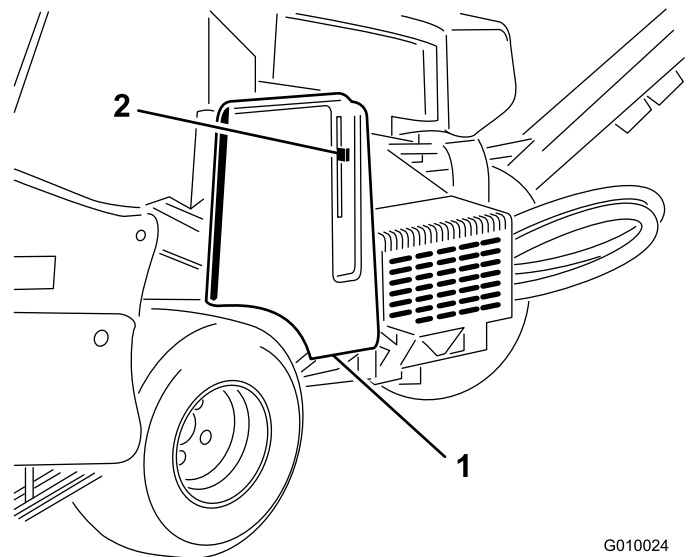

Figura 16
1. Localice el taladro en la cubierta de la correa junto a la ranura para la palanca del cierre (Figura 16 y Figura 17).